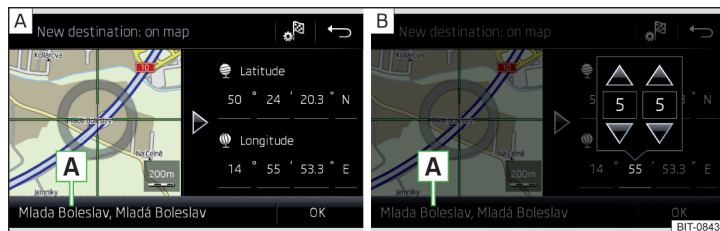

Fig. 160 Introducerea destinației: prin intermediul punctului de pe hartă/cu ajutorul coordonatelor GPS
- ▶ Prin atingerea ecranului, deplasați destinația dorită în punctul de intersecție al liniilor » fig. 160 - [A].
- ▶ Atingeți și setați pe rând, valorile coordonatelor GPS » fig. 160 - [B].
Dacă în datele de navigație ale Infotainment sunt disponibile informații despre punct, acestea sunt afișate în locul coordonatelor GPS (de exemplu adresa **[A]** » fig. 160).